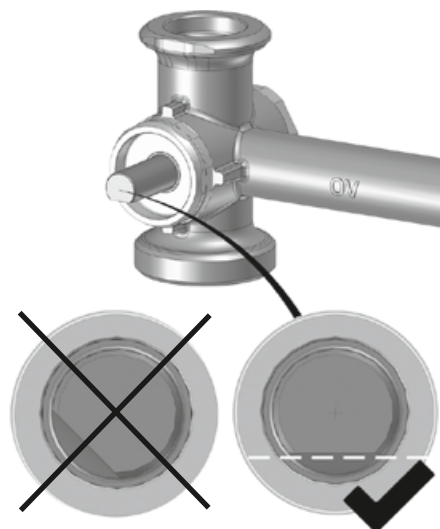

Fig. 22
5. Controlați poziția axului vanei de amestec. Latură aplatizată a acestuia trebuie să fie **orientată în jos și în poziție orizontală** (fig. 22). În această poziție, axul ventilului închide țeava de tur.